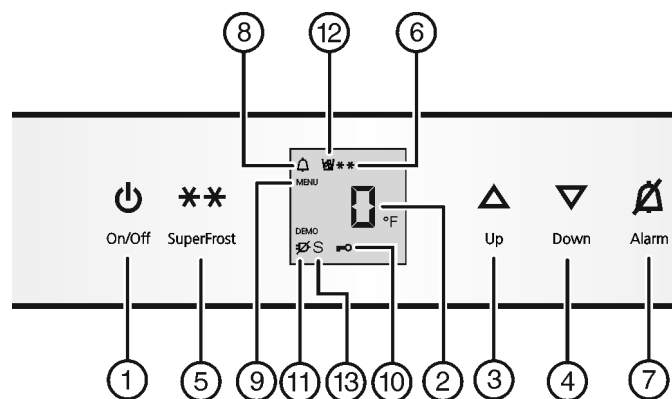

Fig. 2
- ▶ Appuyer sur la touche On/Off Fig. 2 (1).
- ▶ Activer le mode de réglage : appuyer sur la touche SuperFrost Fig. 2 (5) pendant env. 5 s.
- ▷ Le symbole Menu Fig. 2 (9) luit.
- ▶ Régler le nombre de ° avec la touche de réglage Up Fig. 2 (3) / Down Fig. 2 (4).
- ▶ Confirmer : enfoncer brièvement la touche SuperFrost Fig. 2 (5).
- ▶ Sélectionner l'affichage en °F ou °C avec la touche de réglage Up Fig. 2 (3) ou Down Fig. 2 (4).
- ▶ Quitter le mode de réglage: Appuyer sur la touche On/Off Fig. 2 (1).
- ▶ Activer le mode de réglage : appuyer env. 5 sec. sur la touche SuperFrost Fig. 2 (5).
- ▷ Le symbole Menu Fig. 2 (9) est allumé.
- ▶ A l'aide de la touche de réglage Up Fig. 2 (3) ou Down Fig. 2 (4), sélectionner c.
- ▶ Confirmer : appuyer brièvement sur la touche SuperFrost Fig. 2 (5).
- ▶ Appuyer brièvement sur la touche SuperFrost Fig. 2 (5) pour activer la sécurité enfants.
- ▷ Le symbole Sécurité enfants Fig. 2 (10) est allumé. L'affichage c clignote.
- ▶ appuyer brièvement sur la touche SuperFrost Fig. 2 (5) pour désactiver la sécurité enfants.
- ▷ Le symbole Sécurité enfants Fig. 2 (10) s'éteint. L'affichage c clignote.
- ▶ Désactiver le mode de réglage : appuyer sur la touche On/Off Fig. 2 (1).
L'affichage de la température clignote en même temps que le symbole Alarme Fig. 2 (8).
L'avertisseur sonore s'éteint automatiquement et le symbole Alarme *Fig. 2 (8)* et l'affichage de température arrêtent de clignoter lorsque la température est de nouveau suffisamment froide.
- Activer le mode de réglage : appuyer env. 5 secondes sur la touche SuperFrost *Fig. 2 (5)*.